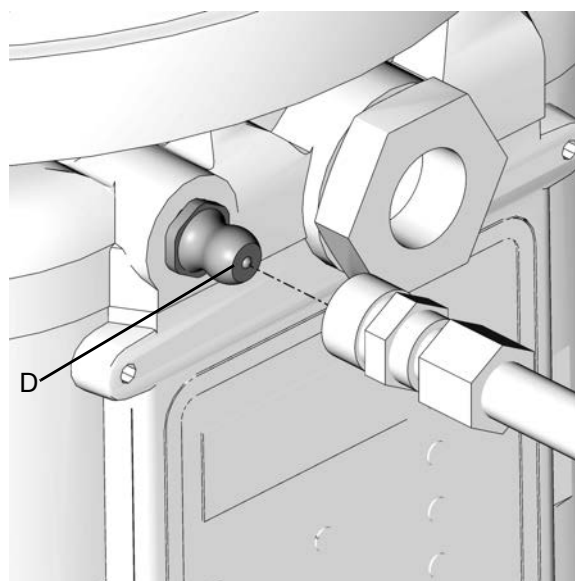

FIG. 18
- Limpie siempre el accesorio de conexión (D) (FIG. 18) con un paño limpio y seco antes de llenar el depósito. La suciedad y/o los residuos pueden dañar la bomba y/o el sistema de lubricación.
1. Conecte la manguera de llenado al racor de engrase Zerk de llenado de entrada (FIG. 18).
2. Conecte la manguera de llenado al racor de engrase Zerk de llenado de entrada (consulte la FIG. 18).
1. Conecte la manguera de llenado al racor de engrase Zerk de llenado de entrada (consulte la FIG. 18).